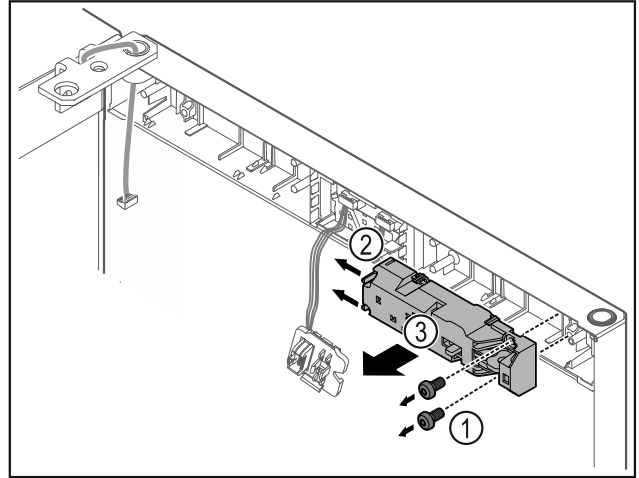

Fig. 12
- Retirer les vis Fig. 12 (1).
- Pousser les ergots sur le côté Fig. 12 (2) et retirer la serrure électrique Fig. 12 (3).